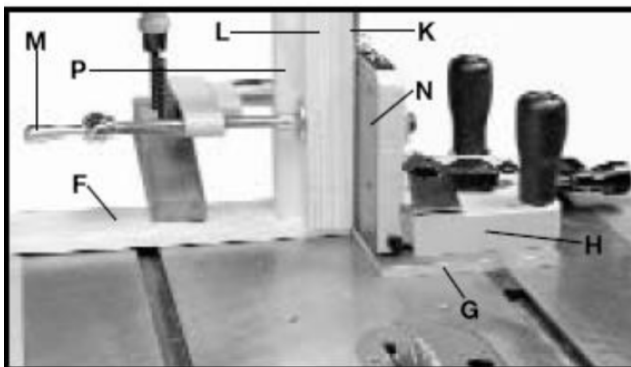
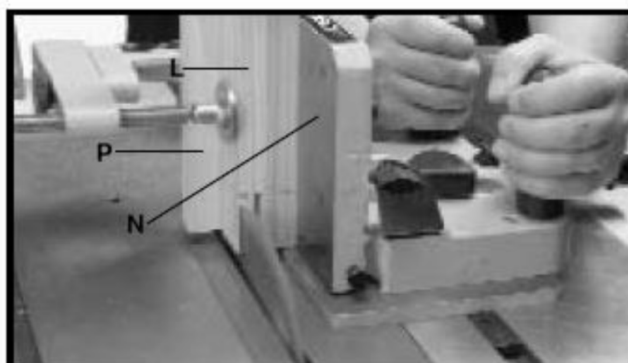
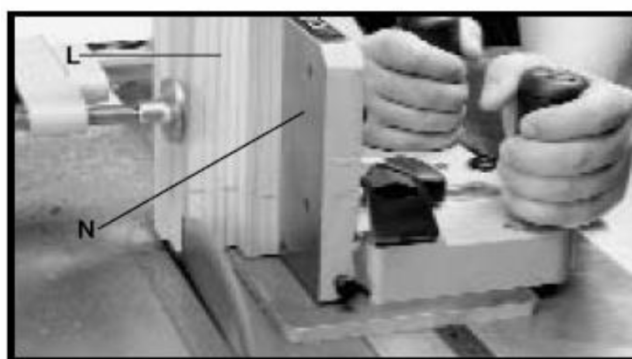

Рисунок 29
Рисунок 31
Рисунок 32
Существует несколько способов вырезания элементов шипового соединения «в гнездо». Следующая информация отображает один из наиболее простых и безопасных методов. При этом методе сначала выполняются торцевые резы, а затем – боковые. Упор основания (F), Рис. 29, имеющий ту же толщину, что и пластина основания (G) шипорезного устройства (H), и разделительный блок (K), равный суммарной толщине шипа и пильного диска, сделают операцию более эффективной. Этот метод устраняет возможные ошибки, связанные с разницей в толщине заготовок, и предотвращает попадание вырезаемых кусков древесины между пильным диском и вертикальным упором (N).
1. Прижмите упор основания (F), Рис. 29, имеющий ту же толщину, что и пластина основания (G) шипорезного устройства (H), к столу станка, как показано на рисунке, так, чтобы шипорезное устройство могло перемещаться, не касаясь его.
2. Изготовьте разделительный блок (K), Рис. 29, равный суммарной толщине шипа и пильного диска.
3. С шипорезным устройством (H), Рис. 29, расположенным в передней части стола и над упором основания (F), поместите разделительный блок (K) и заготовку (L) в струбцину и зажмите их, вращая рукоятку струбцины (M). Убедитесь, что обе деревянные детали прижаты к вертикальной опорной пластине (N) и упорному брусу (P), как показано на рисунке.
4. Аккуратно переместите шипорезное устройство (H), Рис. 29, подводя деревянную заготовку к пильному диску. Настройте шипорезное устройство (H) по отношению к пильному диску для выполнения первого торцевого реза. Затем верните шипорезное устройство в переднюю часть стола.
6. Включите станок и произведите первый конструктивный угловой пропил, как показано на Рис. 30, медленно подавая шипорезное устройство к пильному диску до тех пор, пока пильный диск не выйдет с обратной стороны заготовки. Выключите станок и дождитесь полной его остановки, затем медленно верните шипорезное устройство в положение, показанное на Рис. 29.
7. Ослабьте струбцину (M), Рис. 29, достаньте разделительный блок (K) и зажмите заготовку (L), Рис. 31, в струбцину, не меняя ее положения относительно вертикального упора (N) и упорного бруска (P), как показано на рисунке. Включите станок и выполните второй конструктивный рез.
8. Установите заготовку (L) в шипорезное устройство, как показано на Рис. 32, и настройтесь на выполнение третьего и четвертого внешнего реза. Включите станок и выполните внешние резы (запилы) точно так же, как вы выполняли конструктивные резы. ПРИМЕЧАНИЕ: при выполнении внешних резов нет нужды использовать разделительный блок (K), Рис. 29, так как разница в ширине внешних выступов не так критична, по сравнению с конструктивными выступами. Всего лишь разверните заготовку на 180 градусов.